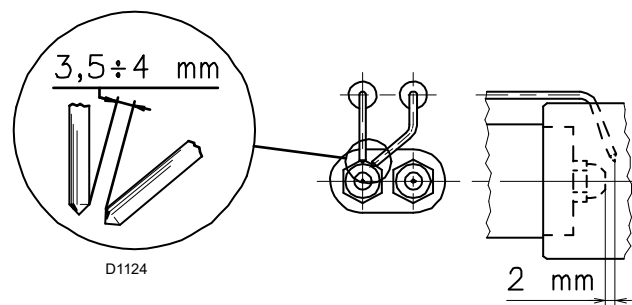

Рис. 14
Проверьте, что электроды были расположены, как показано на Рис. 14, с соблюдением указанных размеров.
- Форсунка для 1-й ступени находится ниже электродов розжига, Рис. 14 на стр. 17.